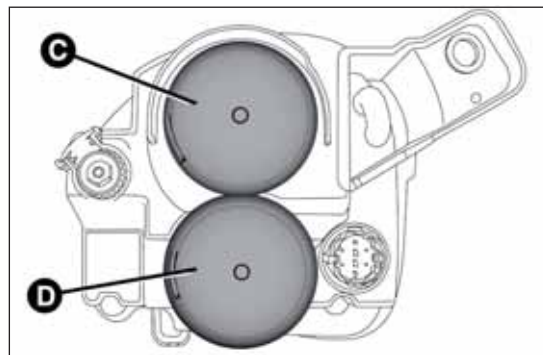

fig. 173
La disposizione delle lampade è la seguente fig. 173:
- ☐ rimuovere il coperchio C fig. 173;
- ☐ rimontare infine il coperchio C fig. 173.
- ☐ rimuovere il coperchio D fig. 173;
- ☐ rimontare infine il coperchio D fig. 173.